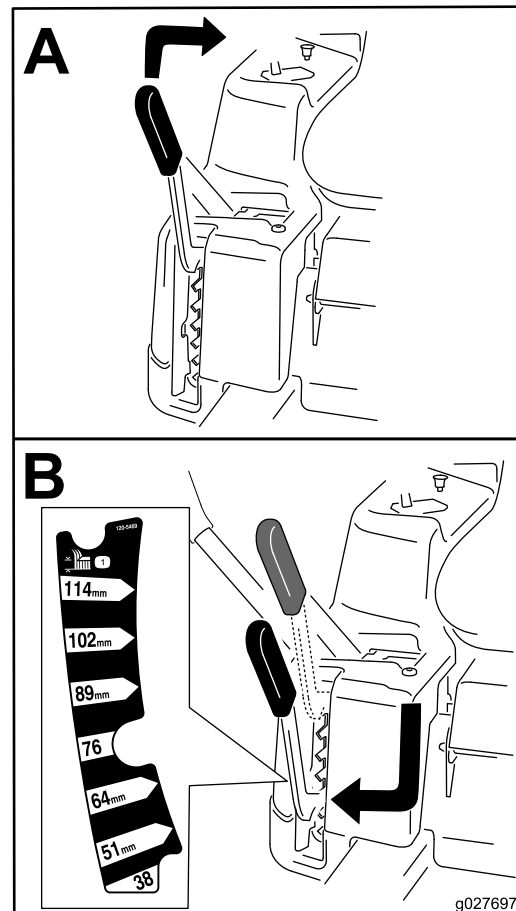

Figura 28
**Nota:** La posición de transporte es la posición de altura de corte más alta, 115 mm, según se muestra en la Figura 28.
La altura de corte se controla con la palanca situada a la derecha del puesto del operador (Figura 28).